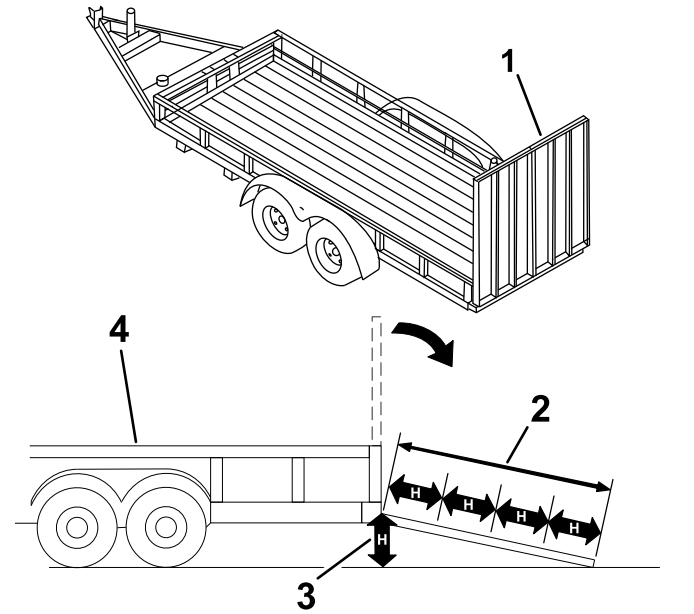

Figure 49
3. Abaissez la rampe pour que l'angle avec le sol ne dépasse pas 15 degrés (Figure 49).
- Abaissez la rampe pour que l'angle avec le sol ne dépasse pas 15 degrés (Figure 49).